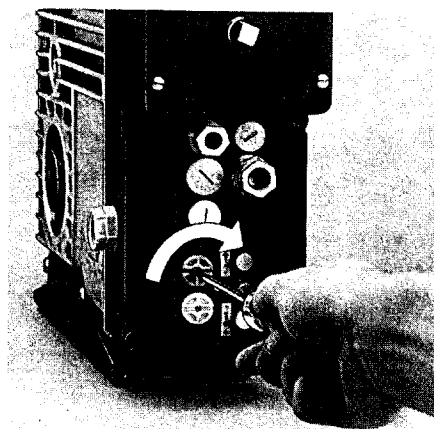
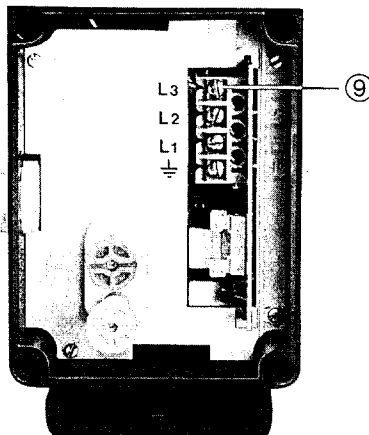

Abb. 5
Abb. 2\*
● Gelben Taster drücken und gelbes Einstellrändel mit Schraubendreher oder Münze in »-« Richtung (gegen Uhrzeigersinn) drehen, bis Antrieb stoppt. Dann in » + « Richtung (im Uhrzeigersinn) drehen, bis gewünschte Endlage erreicht ist (siehe Abb. 5).
● Abdeckkappe für Endlageneinstellung abnehmen (siehe Abb. 2) und Einstellung der Endlagen vornehmen. Siehe auch Abschnitt Einstellung der Endlagen und Abb. 5.
Die SOMFY Compact® Wechselstromausführungen sind nicht mit den in Abb. 2, Pos. 6, 7, 8 beschriebenen Tastern für die Montage ausgerüstet. Hierfür bitte Taster des Spezialmontagekabels verwenden.
- Abdeckkappe für Endlageneinstellung abnehmen (s. Abb. 2).
\* Einzelheit Abb. 2